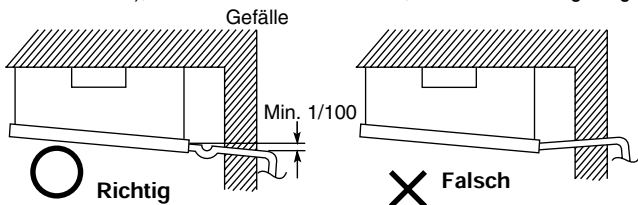

Abb. 3-97
- (3) Das Ablaufrohr nach sicherem Anschluss mit Isolator (im Fachhandel erhältlich) umwickeln.
(4) Sicherstellen, dass das Ablaufrohr ein Gefälle aufweist (1/100 oder mehr), und Abscheider vorbereiten, wie in Abb. 3-97 gezeigt.